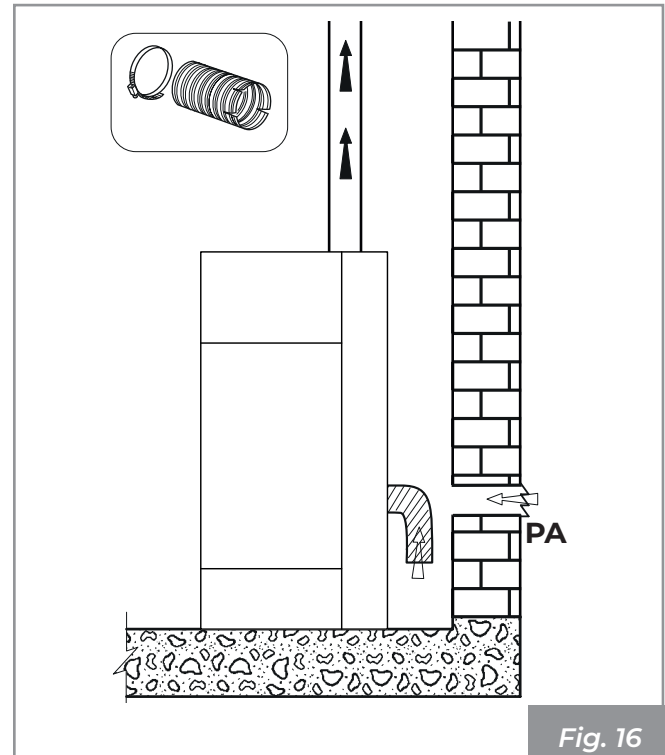

Fig. 16
- provenire dall'ambiente di installazione o da adeguati locali attigui (**Fig. 16**).
Realizzare la presa d'aria sulla parete (**Fig. 16 - PA = Presa d'Aria**), e lasciare che l'apparecchio sia libero di prelevare aria in ambiente avendo cura di collegare sul tubo di ingresso dell'aria il tratto di tubo corrugato, qualora venga fornito, fissandolo con la fascetta e piegandolo leggermente verso il basso al fine di prevenire eventuali effetti di risonanza.